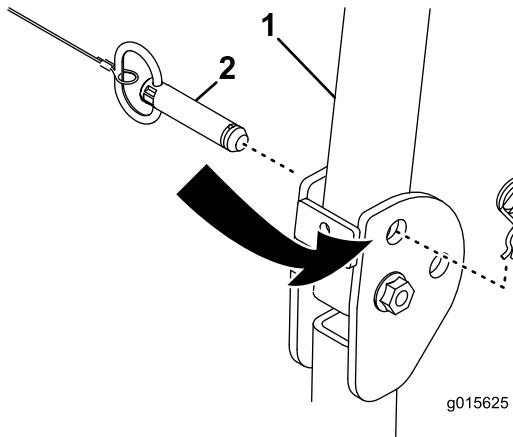

図 11
1. ROPSの右側をピボットブラケットに固定しているヘアピンコッターとピンを取り外す。図11